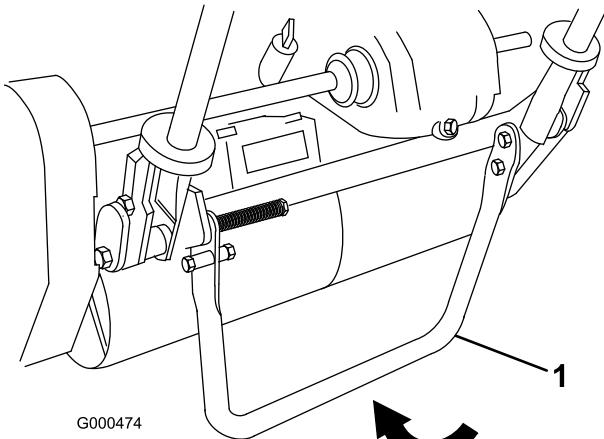

図 22
- キック・スタンドを立てる（スタンドを足で下げながらハンドルを持ち上げる；図 22）。